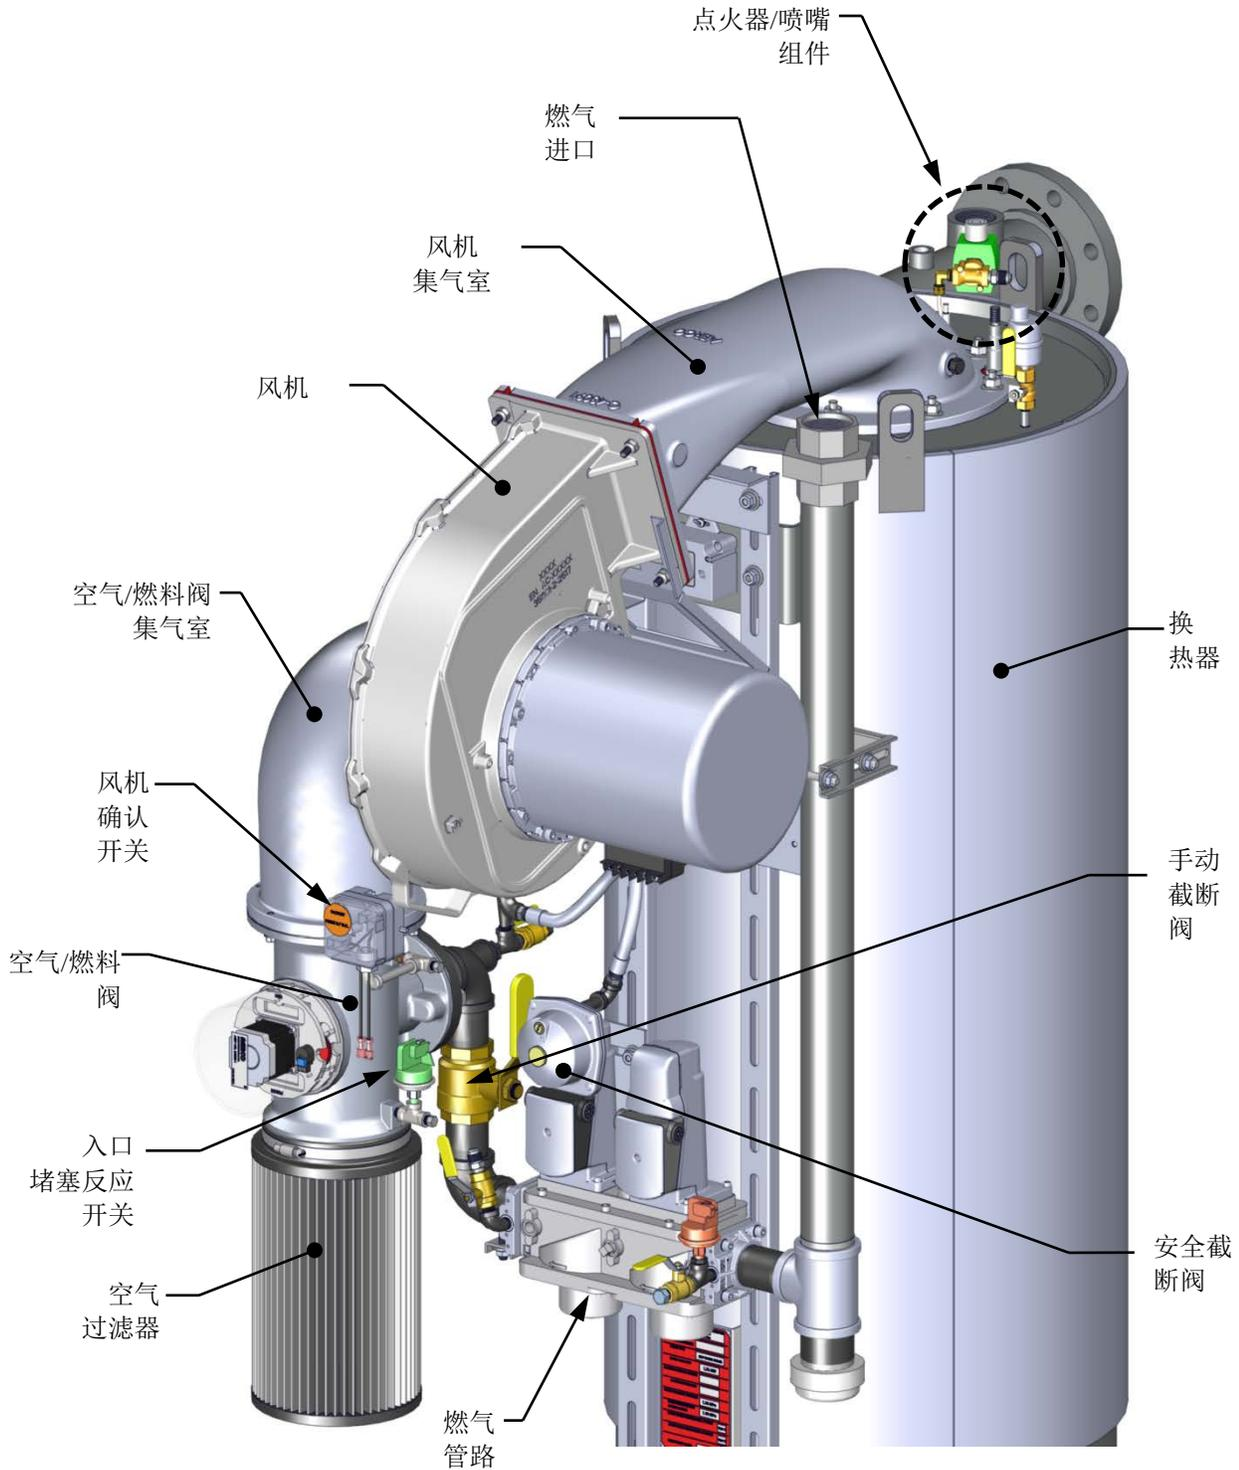

图 6-4: 锅炉- 部分视图
3. 关闭位于安全截断阀 (SSOV) 与空气/燃料阀之间的手动燃气截断阀 (参见图 6-4)。
8. 在确认火焰后，关闭位于 SSOV (图 6-4) 与空气/燃料阀之间的手动燃气阀。
这些测试将检查图 6-4 所示的风机确认开关和入口堵塞反应开关。
2. 请卸下空气过滤器（参见图 6-4）。